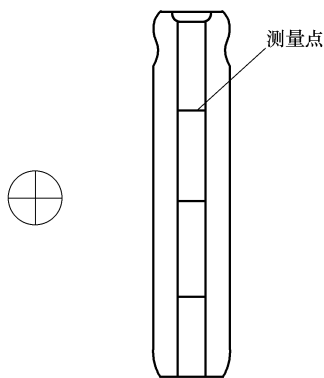
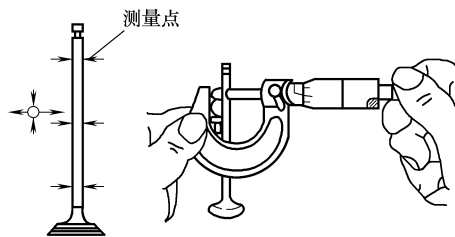

图 1-8 气门导管内径测量点
图 1-9 气门杆外径测量点
① 气门导管内径用内径千分表，气门杆外径用千分尺进行测量。测量点按图 1-8、图 1-9 所示要求进行，计算出磨损部位间隙。